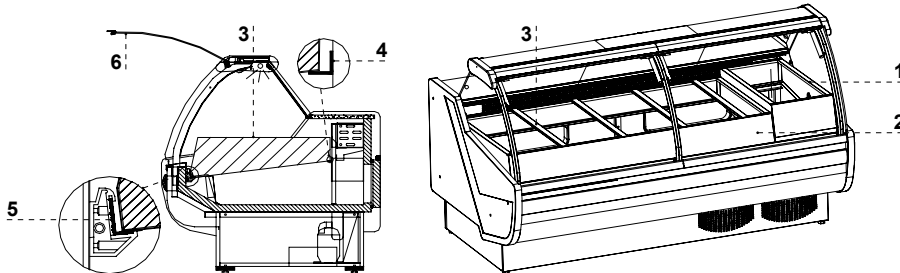

Abb.5 Einbau der Salatwanne bei „Santiago Gastro“
1. Die Ausstellungsfächer einstellen, indem diese auf den Aluwinkeln unterstützt werden Abb.5/4;5 (S.31)
HINWEIS: Bei den Vitrinen Typ „Gastro“ ist die universale Salat-Wanne aus der Vitrine herauszubringen Abb.5/1 (S.31), um sich den freien Zugang zu ABS-Seite zu gewährleisten und die Glasseite mit den Druckschrauben zudrehen Abb.6/1 (S.32).